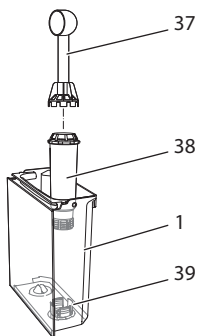

Fig. 18: Iskruning/udskrining af vandfilter
- Fjern vandfilteret, når maskinen opfordrer hertil (se Fig. 18).